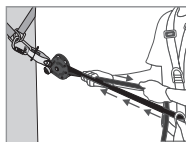
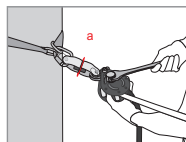

Abb. 3
Abb. 4
Nachdem die Sicherungsleine installiert ist, muss eine Voreinstellung der Spannung vorgenommen werden, dazu zieht man manuell an der Leine (Seite des Endknotens – Abb. 3). Die Nocke (8) und der Nockenhebel (4) müssen automatisch an das Seil greifen. Legen Sie den Nockenhebel (4) um und stellen Sie mit einem passenden Schlüssel die Spannung an der Spannungseinstellachse (1) ein, bis die Beilagscheibe der Spannungsanzeige (a) auf der Spannungsanzeige (2) sich frei drehen lässt (Abb. 4). Sobald diese sich frei bewegen kann, NICHT WEITER SPANNEN! Dies entspricht einer Vorspannung der Sicherungsleine von ungefähr 1 kN. Wenn die Sicherungsleine in Gebrauch ist, überprüfen Sie regelmäßig diese Spannung (Drehen der Beilagscheibe an der Spannungsanzeige) und stellen Sie sie gegebenenfalls in der oben beschriebenen Weise nach.
**ACHTUNG!** Versuchen Sie nicht, an der Spannungseinstellachse (1) mit dem Schlüssel in Richtung Lockerung der Spannung zu drehen; die Nocke (8) blockiert diese Bewegung und sie verhindert ein Drehen entgegen dem Uhrzeigersinn. Eine größere Kräfteanwendung in Richtung Lockerung der Spannung kann sich sehr negativ auf die Funktionstüchtigkeit des Systems und auf den Zustand des Seils auswirken.